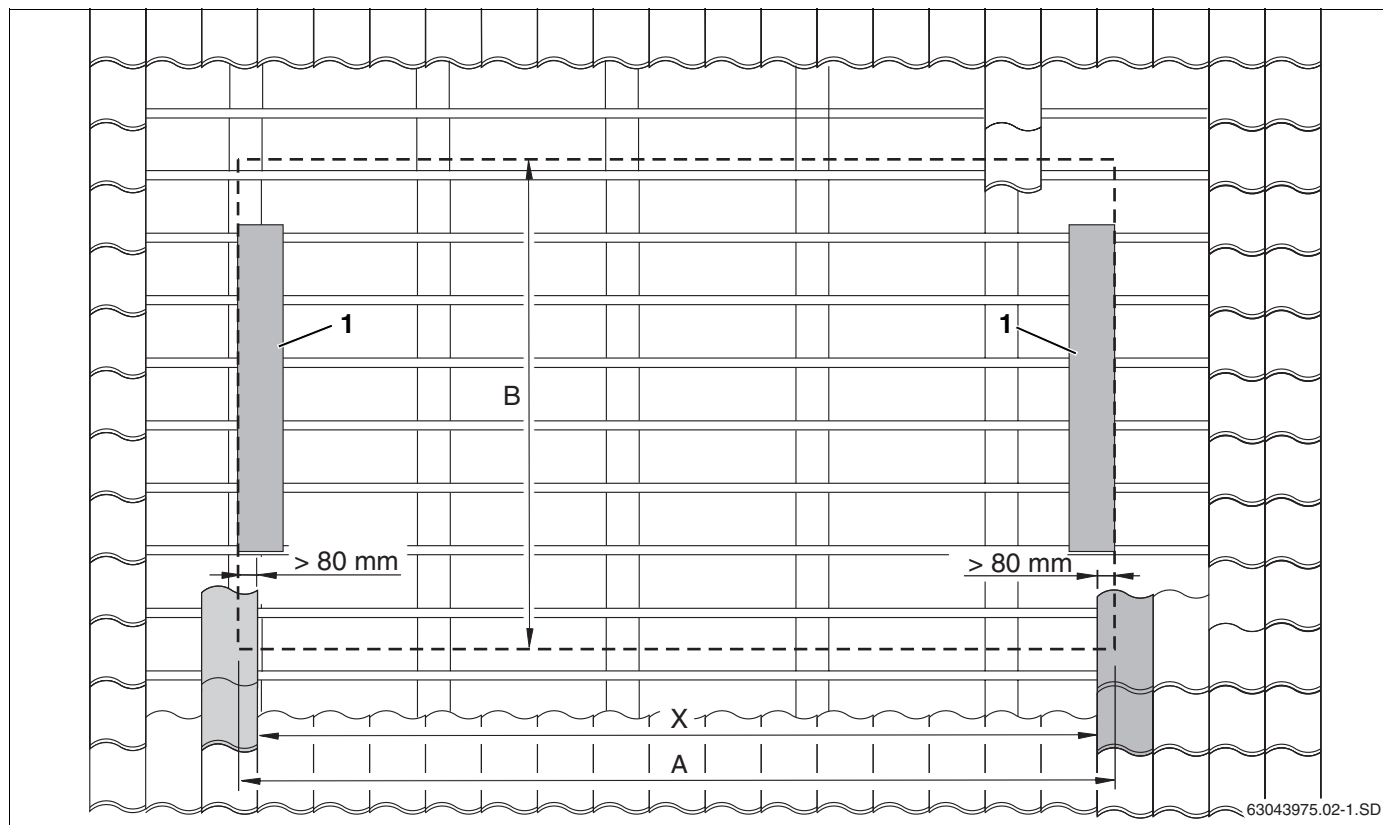

Fig. 8 Determinazione della posizione esatta del campo di collettori
- Misurare sul tetto la distanza X (tra le tegole curve/coppi che poggiano tra i profili laterali destro e sinistro fig. 8, **pos. 1**) e riportarla sul tetto stesso.
- Definire la posizione della serie inferiore di tegole (fig. 8, **pos. 2**) rispettando la misura B (fig. 8).